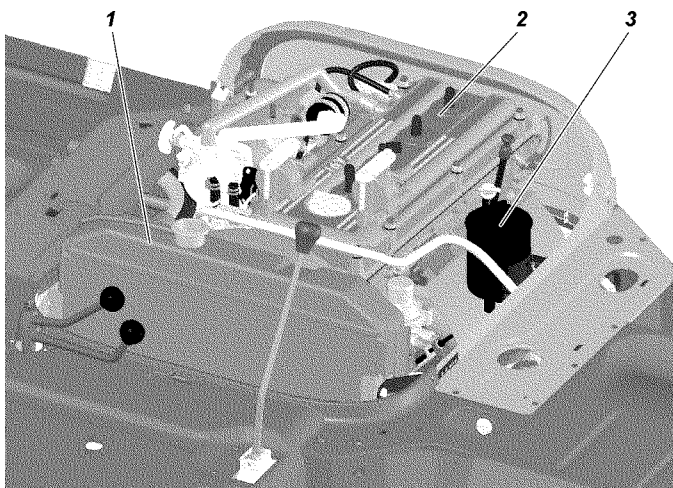

Рис. 9.28. Подкапотное пространство:
**Проверка уровня и смена масла гидроусилителя.** При проверке уровня масла в масляном баке 3 (рис. 9.28) передние колеса должны быть установлены прямо. Масло доливайте до уровня фильтрующей сетки масляного бака. Масло должно быть предварительно отфильтровано через фильтр с тонкостью фильтрации не более 40 мкм.